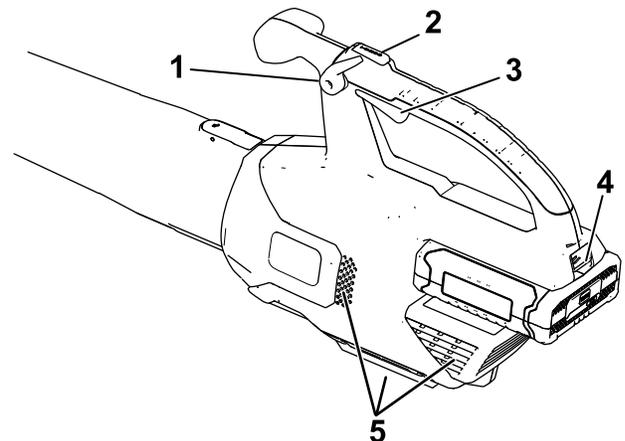

Figura 5
2. Para arrancar el soplador, apriete el gatillo de velocidad variable (Figura 5).
Nota: Active el bloqueo de velocidad para mantener la máquina encendida sin tener que apretar el gatillo de velocidad variable (Figura 5).
Para aumentar la velocidad del soplador, mantenga presionado el botón de potencia turbo durante el tiempo deseado (Figura 5).
Para ajustar la velocidad del aire mientras sopla, utilice el gatillo de velocidad variable (Figura 5).
Para mantener la velocidad actual del aire, active el bloqueo de velocidad (Figura 5).
Para apagar el soplador, desactive el bloqueo de velocidad (si lo está usando) y suelte el gatillo de velocidad variable (Figura 5).